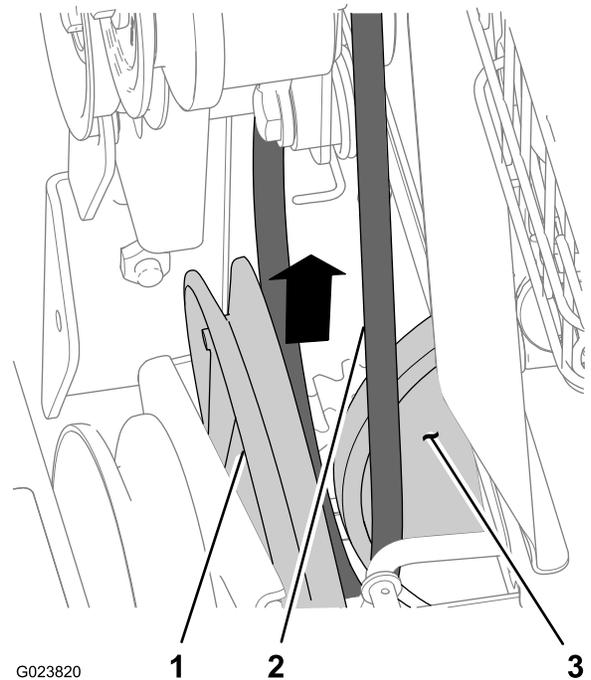

Figura 42
- Retire la correa de tracción de la ranura de la polea de tracción y hacia arriba entre la polea y la rueda de fricción (Figura 42).
- Alinee la correa de tracción entre la rueda de fricción y la polea de tracción (Figura 42).